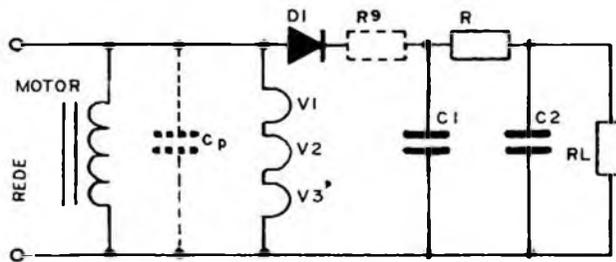

Figura 9
Na figura 9, temos uma fonte de alimentação, do tipo universal (para ambas correntes) muito popular. Os filamentos das válvulas V1, V2 e V3 estão em paralelo com o motor (M). A baixa impedância destes filamentos protege normalmente o diodo do transiente causado pelo indutância do motor ao ser desligado. O condensador Cp tem a função de atenuar este transiente, sendo seu valor de $0,01 \mu\text{F}$. Também deve ser acrescentado um resistor (Rs) no circuito, de aproximadamente 10 Ohms, devido a baixa impedância da rede.